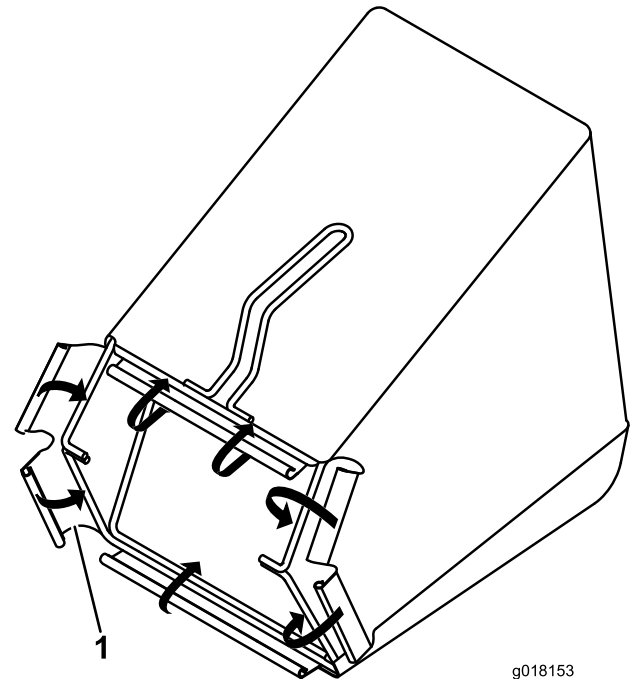

Figura 5
2. Assicurate i fermagli in plastica al telaio del cesto di raccolta (Figura 5).